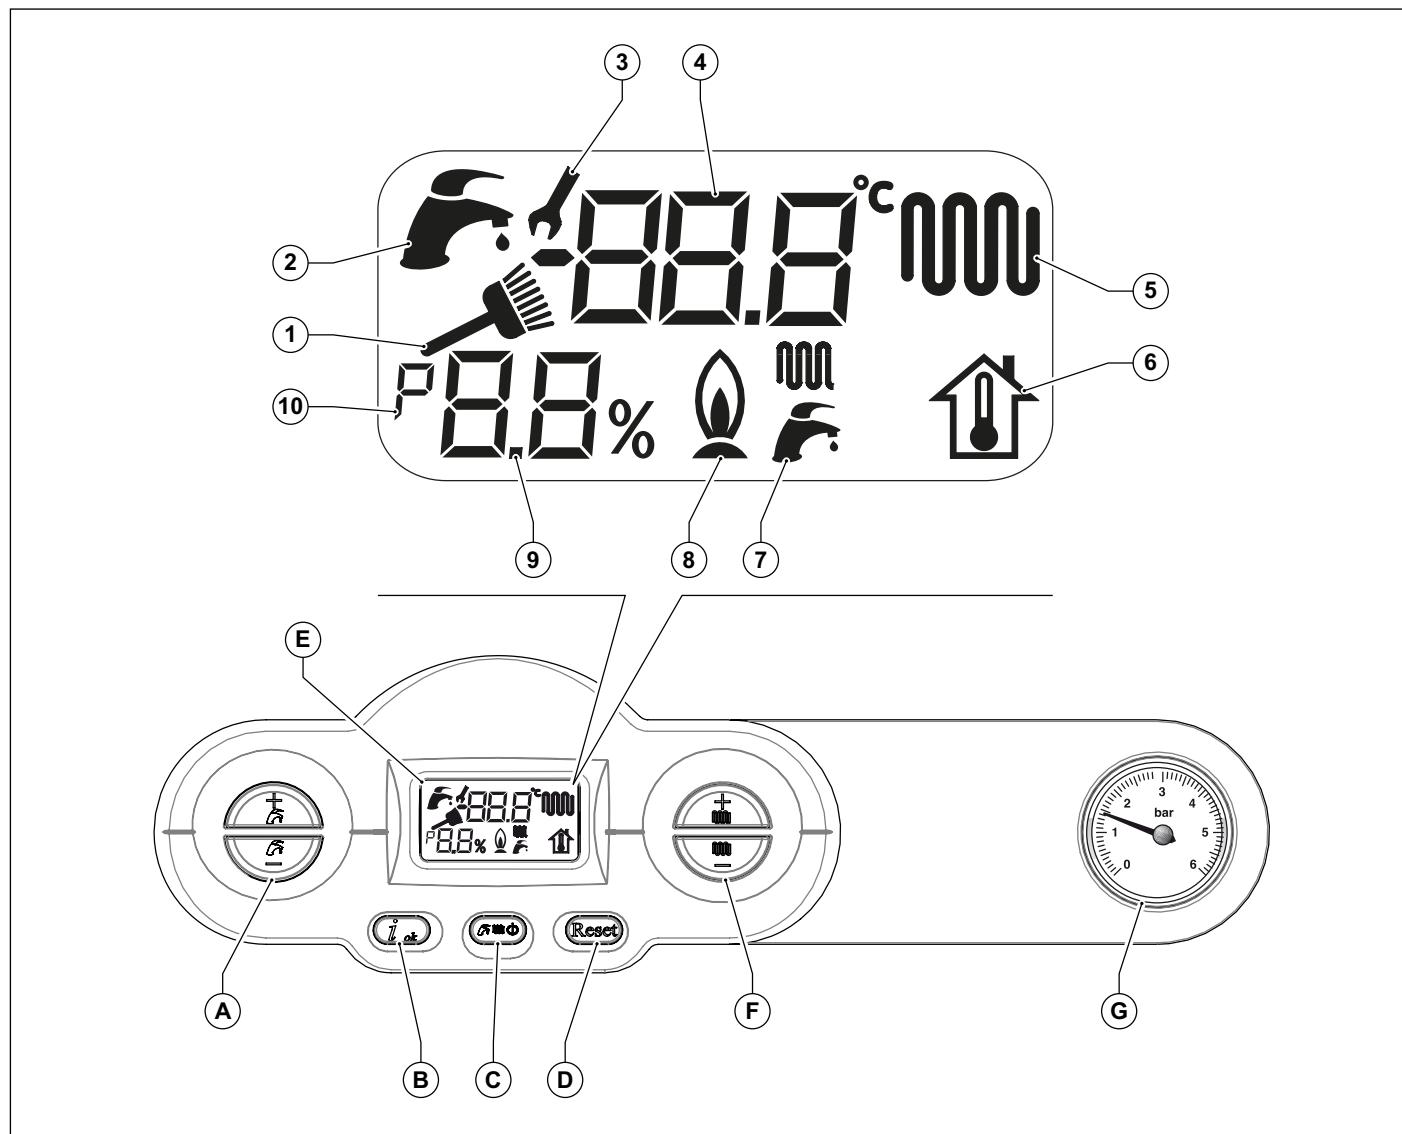

图 1 控制面板
- 选择壁挂炉的工作模式：待机/夏天/冬天/仅供暖（参见按键 (C) 图 1 控制面板 P. 8）。